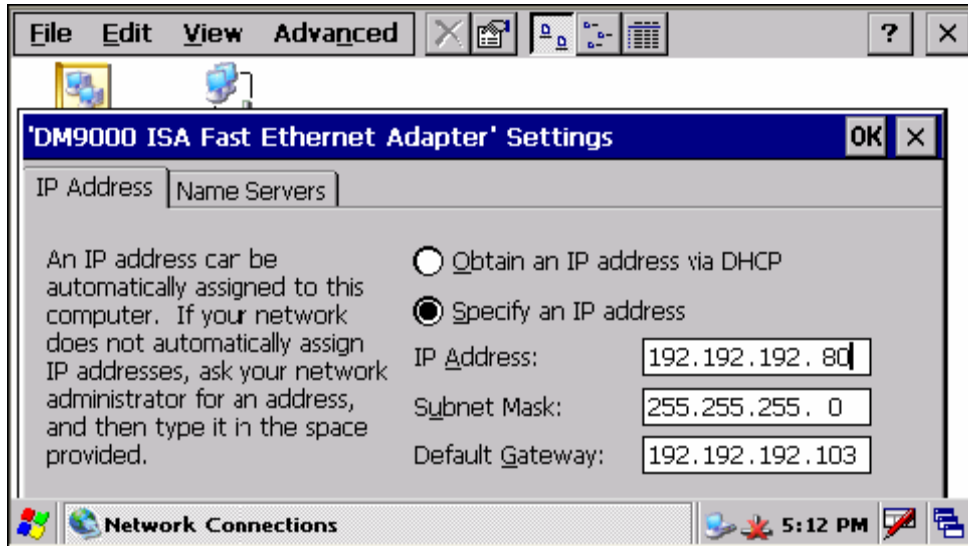

图 5.2 上网设置
1. 打开“控制面板—>网络和拨号连接—>DM9CE1”，进入网络适配器设置对话框，如图 5.2 所示。